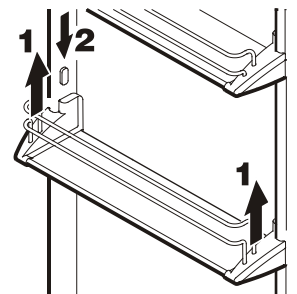

Figure 8
Repositionnement des balconnets de porte - Figure 8
- Retirer les balconnets de porte comme à la **Figure 8, 9**.